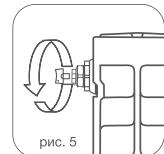

рис. 5
- Для удаления воздуха из радиатора в верхний коллектор обязательна установка крана Маевского или автоматического воздухоотводчика. Для удаления воздуха через кран Маевского необходимо периодически (несколько раз в год) вручную сливать его с помощью специального ключа* (рис. 5).